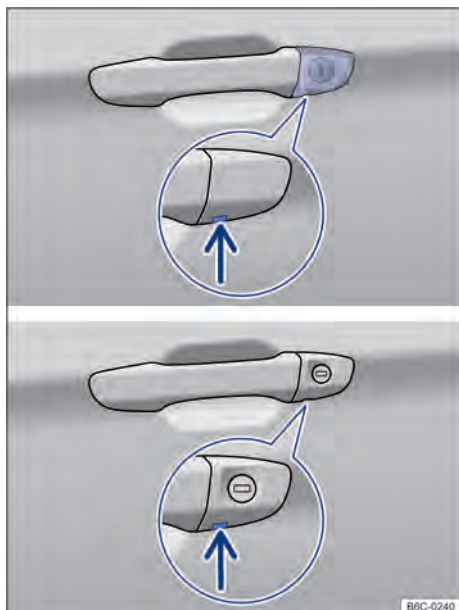

Fig. 51 Maçaneta da porta do condutor: cilindro da fechadura.
- Inserir a haste da chave por baixo na abertura da capa de cobertura → Fig. 51 (seta).